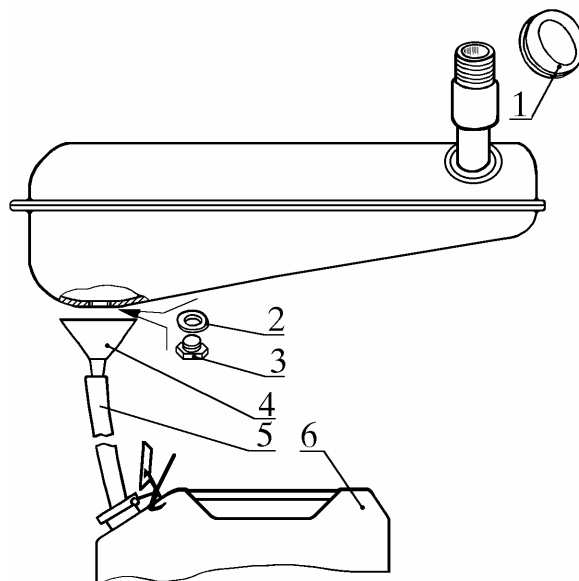

Рис. 3.
5.2.1. Снять пробку 1 (рис. 3) заливной горловины топливного бака и слить бензин в канистру 6, соблюдая требования пожарной безопасности.